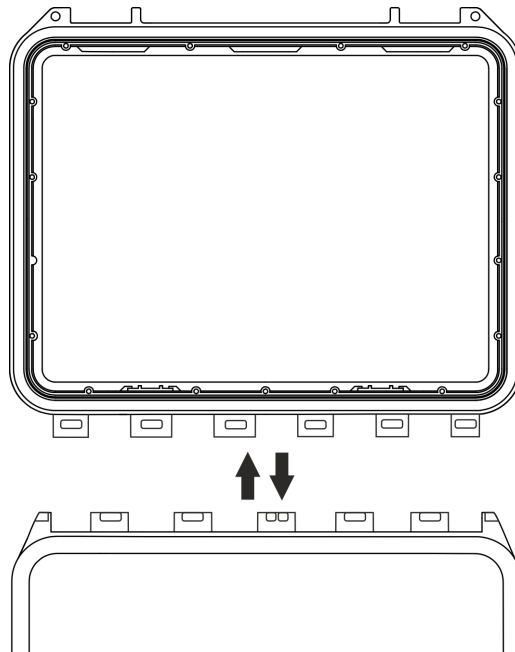

Abb. 7: Entfernen des Instrumente-Kofferdeckels – Schritt 3
3. Entfernen Sie den Kofferdeckel wie in Abb. 7